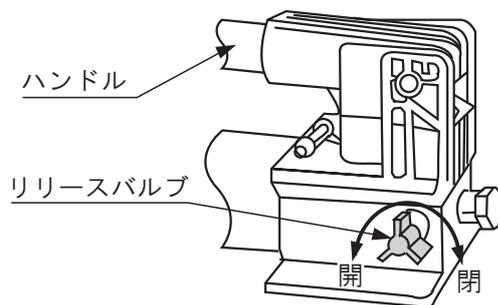

図1
1. 図1のようにリリースバルブを(閉)の方向に回すと作動水が吐出します。